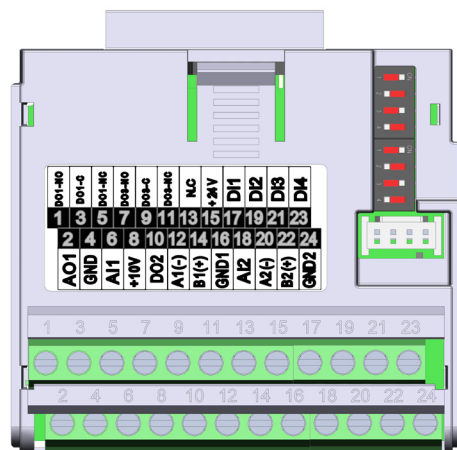

图 20.4: 插入模块CFW500-CRS485
CFW500-CRS485 插入式模块在端子 12 (A-) 和 14 (B+) 处具有通过 RS-485 端口的串行 (1) 接口, 以及通过另一个 RS-485 端口的串行 (2) 接口在端子 20 (A2+) 和 22 (B2+) 处, 请参见 图 20.4(第20-1页)。另请参见, 端子 16 上的 GND1 和端子 24 上的 GND2 彼此隔离, 并与端子 4 上的 GND 隔离。